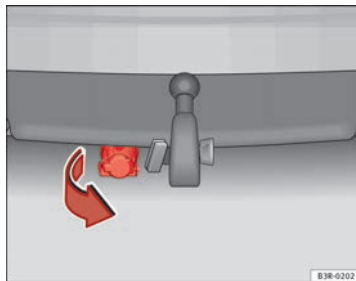

Fig. 158 Parachoques trasero: Pivotar hacia abajo la toma de corriente para el remolque
- Bascule hacia abajo la toma de corriente que se encuentra bajo el parachoques para conectar los cables del remolque ⇒ fig. 158.